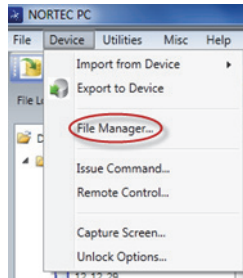

Figura 6-21 Comando File Manager
- ◆ No menu **Device** do NORTEC PC, selecione **File Manager** (veja Figura 6-21 na página 331).